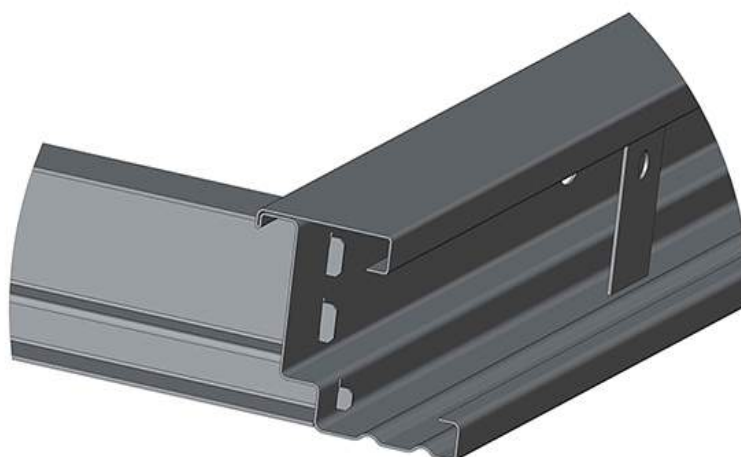

Рис.2
10.2 Установить порог. Для этого завести шипы порога в пазы боковых элементов и закрутить см. Рис.2